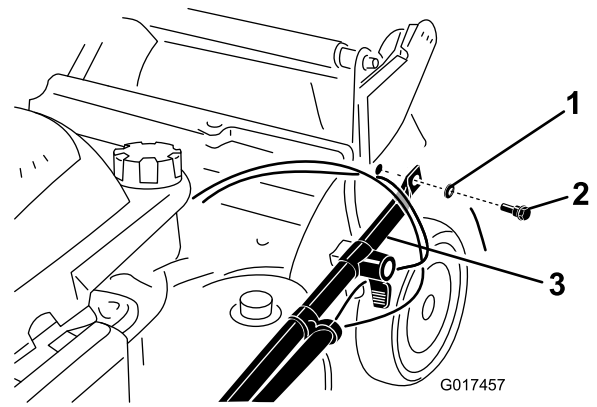

Figure 4
2. Fixez les extrémités du guidon au carter de la machine avec 2 rondelles et 2 boulons (Figure 4), mais ne serrez pas les boulons.
**Important:** Acheminez les câbles à l'extérieur du guidon (Figure 4).